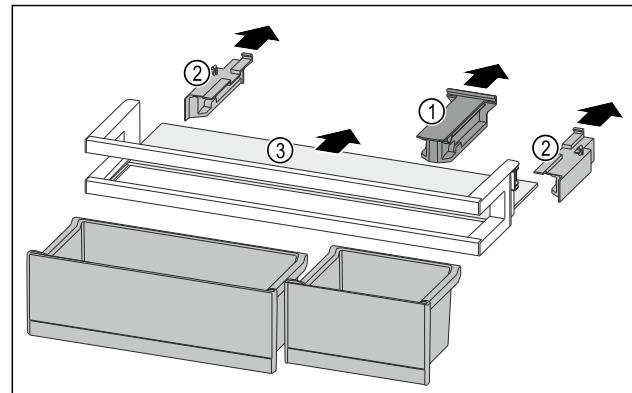

Fig. 132
- ▶ Витягніть кріпильний елемент Fig. 132 (1).
- ▶ Витягніть бічні елементи Fig. 132 (2).
- ▶ Дістаньте полицю Fig. 132 (3).